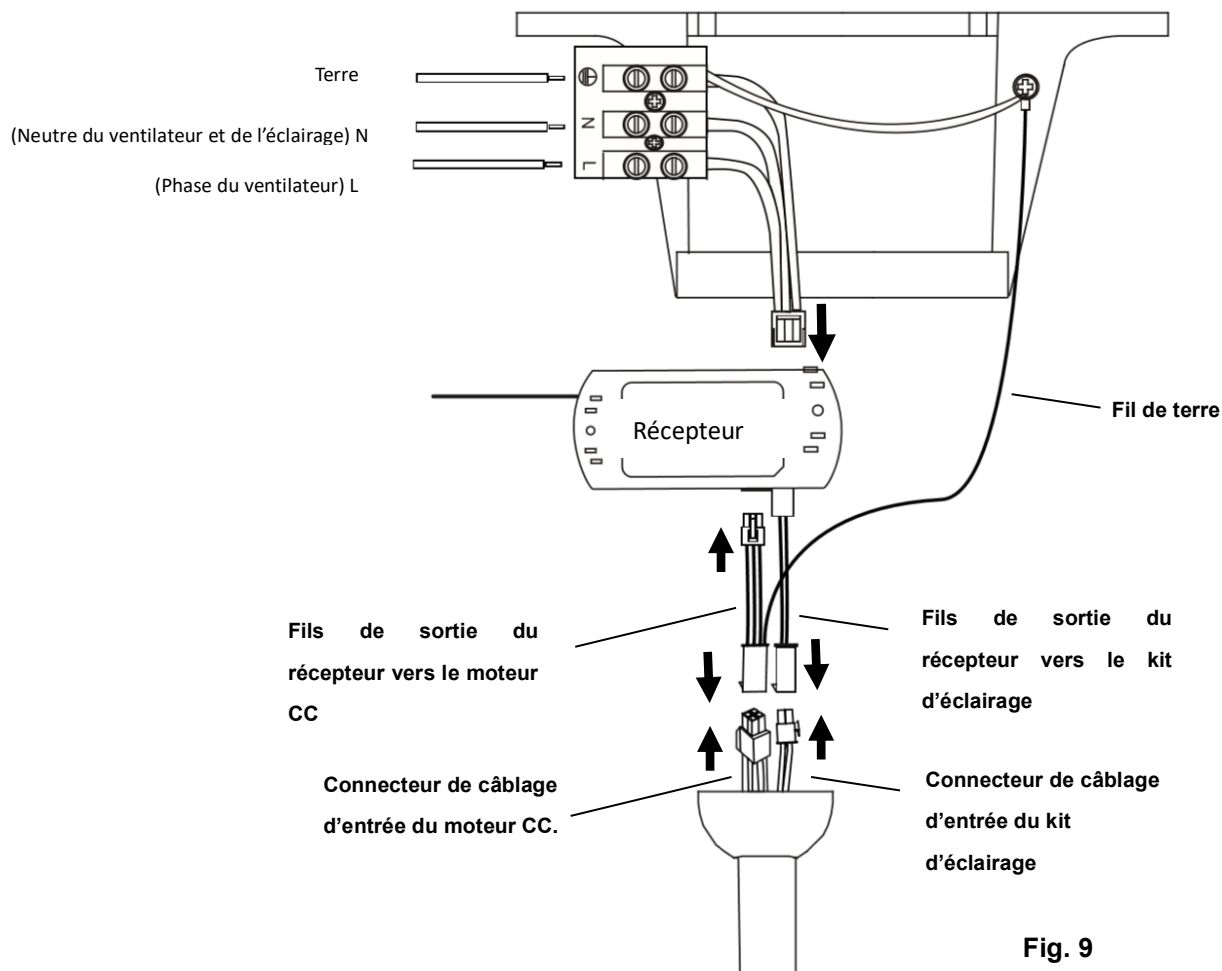

Fig. 9
SCHÉMA DE CÂBLAGE ÉLECTRIQUE DU VENTILATEUR**PRÉPARATION ET INSTALLATION DU CÂBLAGE ÉLECTRIQUE --- SCHÉMA DE CÂBLAGE (FIG. 9)**
De l'alimentation secteur au bornier du support de montage : (Fig. 9)
Du support de montage au récepteur de la télécommande et au moteur : (Fig. 9)
5. Raccordez les fils de sortie du pilote/récepteur du moteur CC (depuis le support de montage avec fil de terre) à la sortie du pilote/récepteur du moteur CC (**Fig. 9**). Raccordez les fils de sortie du pilote/récepteur du moteur CC avec fil de terre (depuis le support de montage avec fil de terre) à l'entrée du moteur du ventilateur (**Fig. 9**)